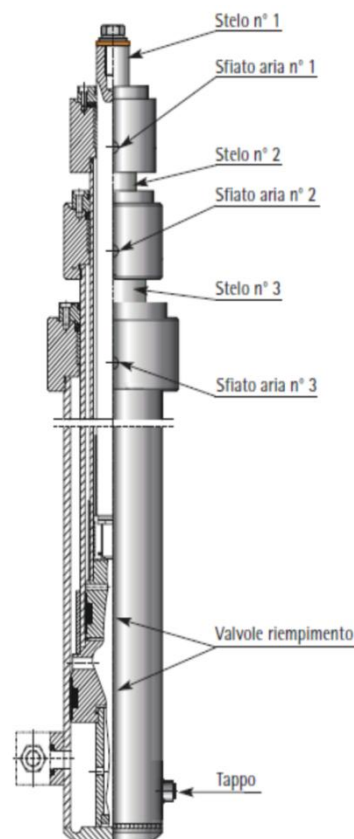

Fig. 22 – Sfiati cilindro telescopico
- 3) Aprire tutti gli sfiati che si trovano sulle teste del cilindro (n°3 per 3 stadi, n°2 per 2 stadi) (vedi Fig. 22).